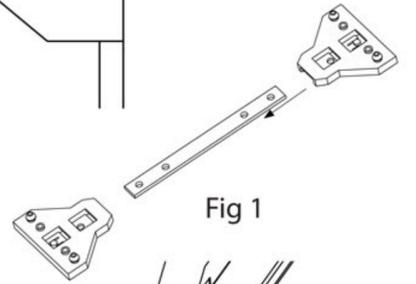

Fig 1
- 1) Assemble the mounting straps (Fig 1) and attach them to the Blum Tandem slides by snapping the plastic feet into the appropriate holes. (See Fig 1b)
- 1) Ensamblar los tirantes de montaje (Fig.1) y sujételos a las guías Blum Tandem hasta que escuche un chasqueo poniendo las patas de plástico en los orificios apropiados.
Assembler les les fixations pour les coulisses (Fig. 1) et les fixer aux coulisses Blum Tandem faisant claquer les pattes en plastic sur les trous appropriés.